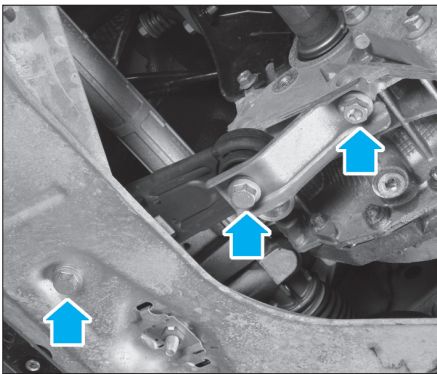

Fig. 11
- Déposer la biellette anticouple (Fig.11).